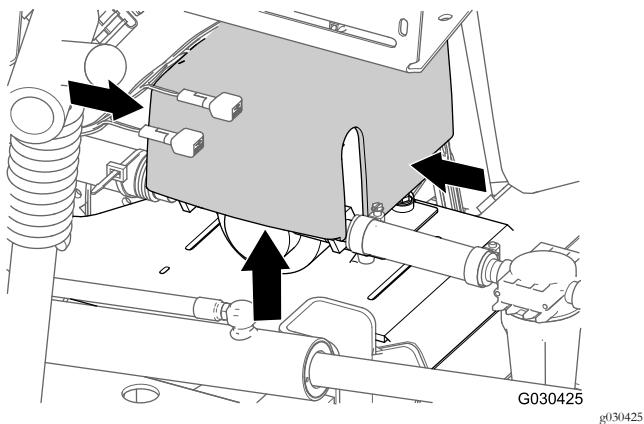

Bild 7
1. Drücken Sie am Heck der Maschine die Seiten der Spülpumpenabdeckung zusammen und heben die Abdeckung an, bis die Nasen der Abdeckung nicht mehr in den Schlitten der Sattelplatte sitzen; nehmen Sie dann die Abdeckung von der Maschine ab (Bild 7).